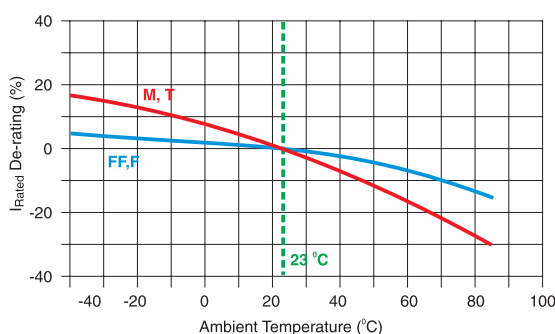

Рис. 3. График зависимости изменения номинала предохранителя от окружающей температуры
5. Более высокая температура окружающей среды означает дополнительную нагрузку на плавкий элемент. В технической документации на предохранитель номинальный ток рассчитан при температуре окружающей среды 23 °С. Поэтому необходимо или усиленное воздушное охлаждение, или перерасчет номинала для работы в заданных условиях. Во втором случае производится выбор предохранителя с более высоким номинальным током. На рис. 3 изображена зависимость изменения номинала от температуры. Кривая FF,F показывает зависимость для быстродействующих предохранителей (Fast Acting Fuse), а M,T — для предохранителей с задержкой (Time-lag Fuse).